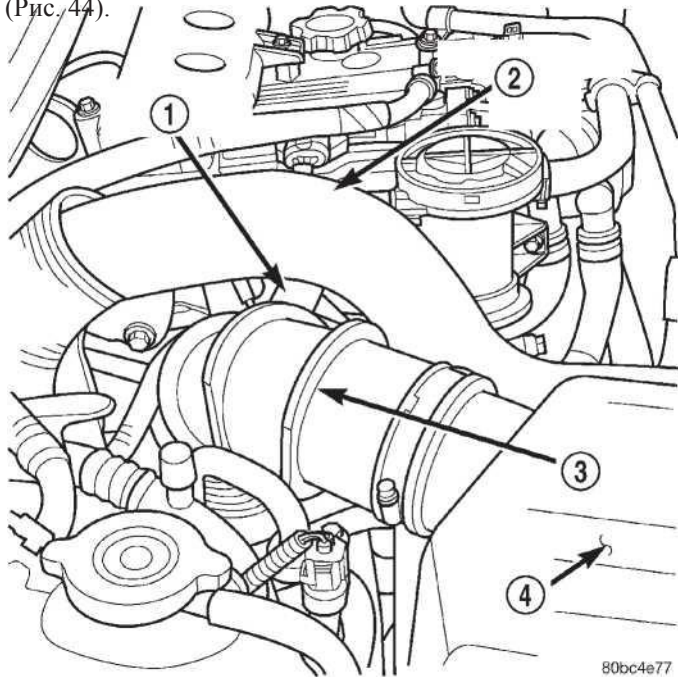

Рис. 44 Air Шланги впуска
(21) Установите сборку трубы воздухозаборного отверстия на турбокомпрессоре. Обрежьте покрытие воздушного фильтра в позиции и соедините шланг сапуна (Рис. 44).
(22) Установите входной шланг промежуточного охладителя на транспортном средстве (Рис. 44).
(23) Повысьте транспортное средство на подъемнике.
(24) Установите шланг возвращения масла турбокомпрессора на турбокомпрессоре.